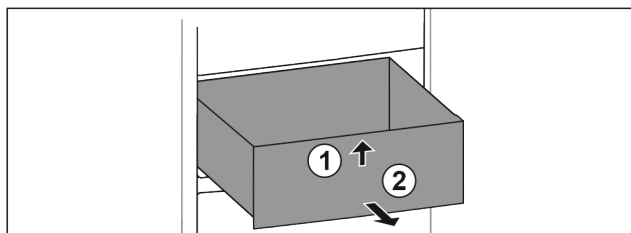

Fig. 64
- ▶ Løft skuffen foran. Fig. 64 (1)
- ▶ Ta ut skuffen framover. Fig. 64 (2)